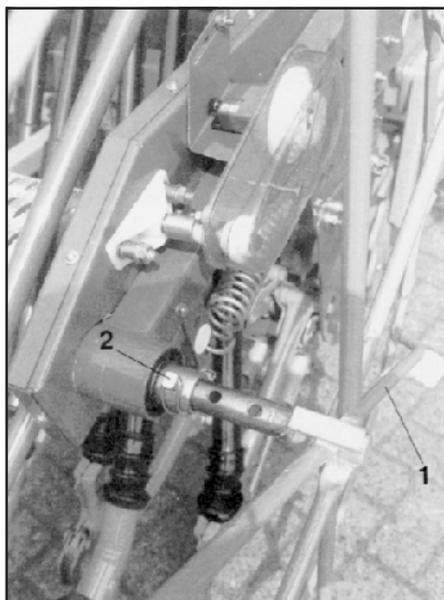
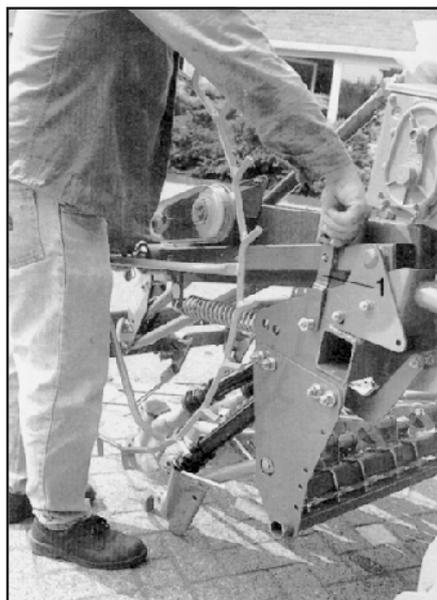

Рис. 54
Рис. 55
1. Вынуть шпорное колесо (рис. 54/1) из зажимного устройства поворотного привода и соединить при помощи откидной штекерной колодки (рис. 54/2) во втором и третьем отверстиях с зажимным устройством.
2. Удерживать поворотный привод, потянуть за рукоятку (рис. 55/1) и опустить шпорное колесо в рабочее положение.
Приподнять поворотный привод и закрепить рукояткой (рис. 55/1). Вставить шпорное колесо полностью в зажимное устройство поворотного привода и зафиксировать при помощи откидной штекерной колодки (рис. 54/2).